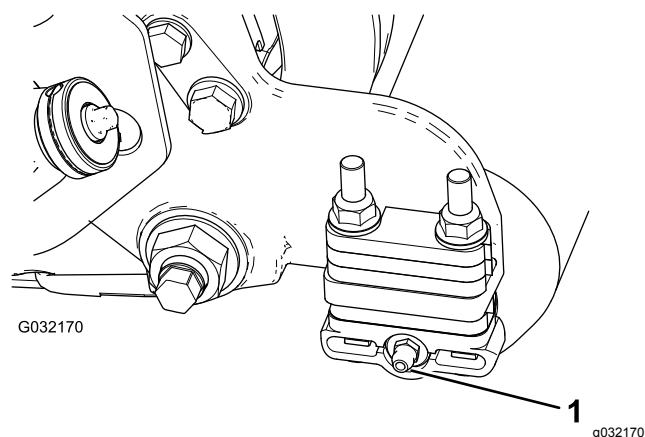

Рисунок 2
2. Установите прямоугольную масленку так, чтобы она была направлена назад (Рисунок 2).